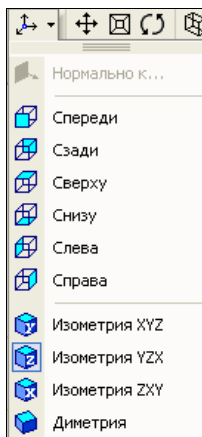

Рис. 17.1. Выпадающее меню списка видов
1. На панели инструментов **Вид** ЛК мыши нажмите черный треугольник (кнопка **Список видов**) рядом с кнопкой **Ориентация**. Раскрывается выпадающее меню со списком видов (рис. 17.1). Выделите ЛК пункт **Изометрия XYZ**.